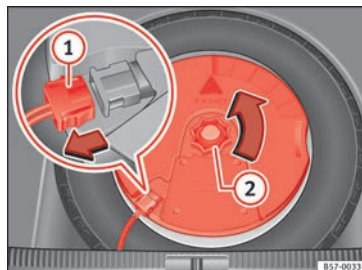

Fig. 229 Dans le coffre à bagages : démonter le subwoofer.
- Déconnectez le câble du haut-parleur *subwoofer* » fig. 229 ①.
- Dévissez la molette de fixation en la tournant dans le sens inverse des aiguilles d'une montre » fig. 229 ②.